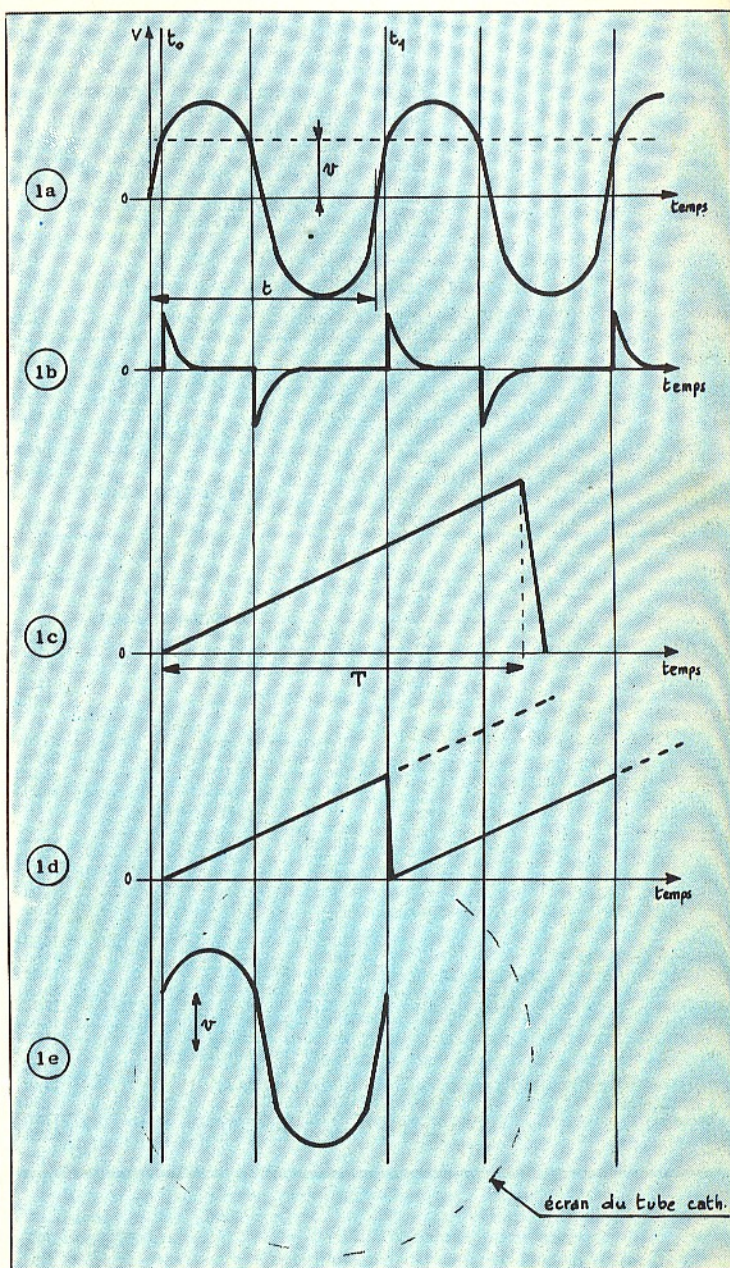

Fig. 1. — Mode de fonctionnement dans lequel le spot est ramené à son point de départ :
Tout ceci est explicité sur la figure 1. En 1a, on a représenté le phénomène à étudier; c'est le signal appliqué à l'entrée de l'amplificateur vertical. Il s'agit d'un signal périodique, en l'occurrence une sinusoïde. La forme d'onde à la sortie du montage délivrant les impulsions de synchronisation est donnée sur la figure 1b; on remarquera que les tops de synchronisation apparaissent au moment précis où le signal passe par un certain niveau de tension, appelé v . Sur la figure 1c est indiquée la tension en dents de scie, issue de la base de temps; la durée du temps complet d'aller (T), correspondant à une exploration entière de l'écran du tube cathodique, est supérieure au temps mis par le signal pour effectuer une période (t).